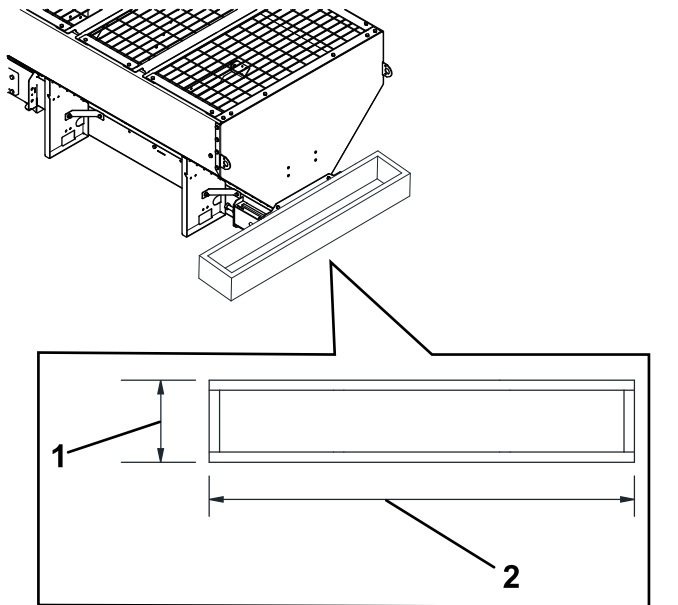

Figure 7
2. À l'aide d'un morceau de bois de 3,8 x 18,4 cm (1½ x 7¼ po), construisez l'entretoise comme montré à la Figure 7.